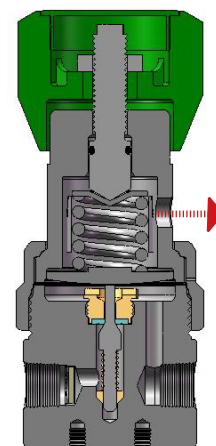

Abb. 3: Regler mit geschlossener Not-Entlüftung
- Zusätzliche Sicherheit bei nicht-selbstentlüftenden Swagelok Druckreglern bieten spezielle Gehäusekappen. Im Falle eines Membranbruchs oder Defekts des Kolbens kann das ausströmende Medium entweder durch eine offene Selbstentlüftung in die Umgebung ausströmen (Regler mit offener Not-Entlüftung) oder mittels einer seitlichen Entlüftungsbohrung in der Gehäusekappe kontrolliert abgeleitet werden (Regler mit geschlossener Not-Entlüftung). (Abb. 3)